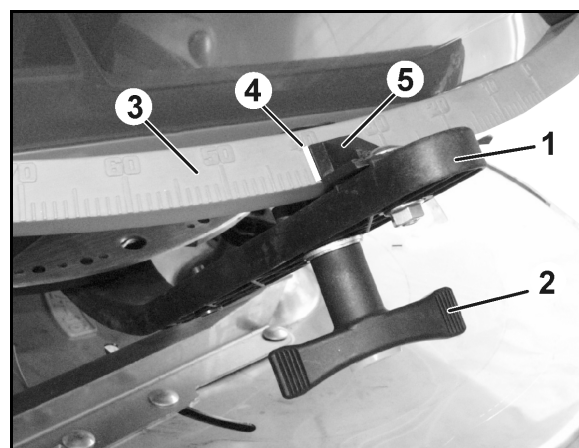

Рис. 51
2. Открутите барашковую гайку (Рис. 51/2).
3. Найдите требуемое положение заслонки по шкале (Рис. 51/3).
4. Установите указатель (Рис. 51/4) от стрелки регулировочного рычага (Рис. 51/5) на значение шкалы.
5. Снова затяните барашковую гайку (Рис. 51/2).